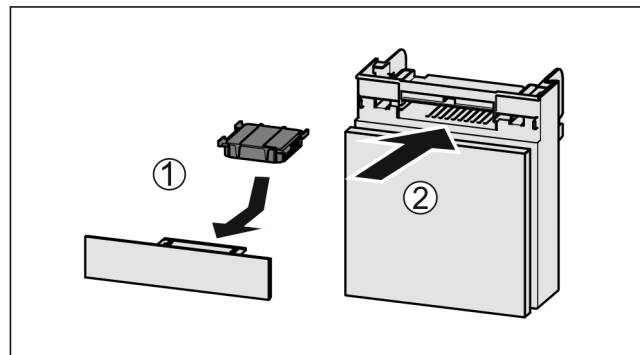

Fig. 128
- ▶ Introducereți Fig. 128 (1) filtrul de cărbune activ după cum se vede în figură.
- ▶ Împingeți Fig. 128 (2) compartimentul în interior.